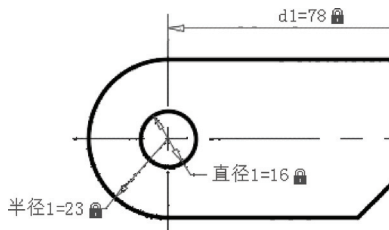

图 11-28 半径标注约束
6) 创建半径标注约束。单击“半径标注约束”按钮，选择圆弧并指定尺寸线位置，输入值或指定表达式（半径 $1=23$ ），然后按〈Enter〉键，完成图 11-28 所示的半径标注约束。